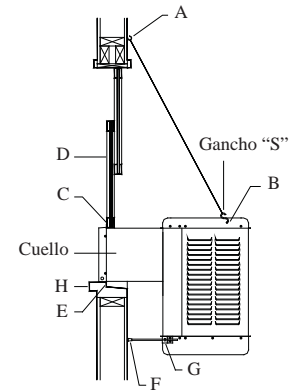

Fig. 2
Ponga los dos ganchos para la cadena arriba del cuello del enfriador, separados por una distancia equivalente al ancho de la unidad (A-fig. 2). Enganche una cadena en cada gancho y luego enganche un gancho “S” en cada cadena. **NOTA:** Los ganchos que vienen con ésta unidad tienen rosca de tornillo para madera y son para uso en paredes de madera. Las paredes de concreto o ladrillo requieren el uso de tuercas mariposas de suficiente fuerza o anclas con ganchos de acoplamiento.
- Coloque el enfriador en la ventana. Coloque el cuello del enfriador dentro de la ventana para que la parte inferior de la pestaña del cuello se asiente en la repisa de la ventana y la pestaña (E-fig. 2) se ajuste contra el borde de la repisa (H-fig. 2). Con el enfriador situado en la ventana, enganche los ganchos “S” en los agujeros encontrados en la esquina trasera superior de la unidad (B-fig. 2).
- **Coloque la ventana detrás de la guarda de retención.** Levante la parte trasera del enfriador para que la ventana (D-fig. 2) pueda bajarse y quedar detrás de la parte superior de la guarda de retención (C-fig. 2).
- **Ajuste las patas.** Saque las patas (F-fig. 2) para que los toques de hule descansen contra el costado de la pared. Apriete el tornillo del collar (G-fig. 2).